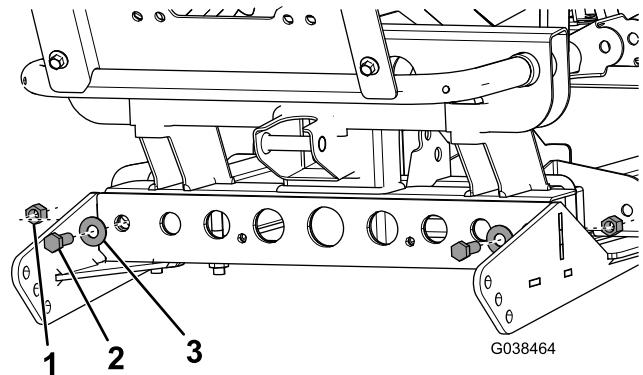

Figure 7
5. Fixez légèrement l'avant de la plaque de protection au cadre du véhicule à l'aide de 2 boulons à tête hexagonale (3/8 x 1 po), 2 rondelles et 2 contre-écrous (3/8 po), comme montré à la Figure 7.